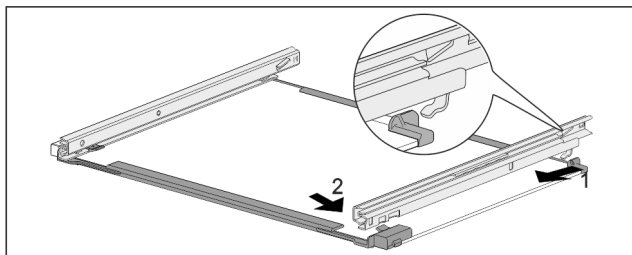

Fig. 72 Стеклянная пластина с направляющими
- ▶ Зацепите направляющую сзади. Fig. 72 (1)
- ▶ Защелкните направляющую спереди. Fig. 72 (2)